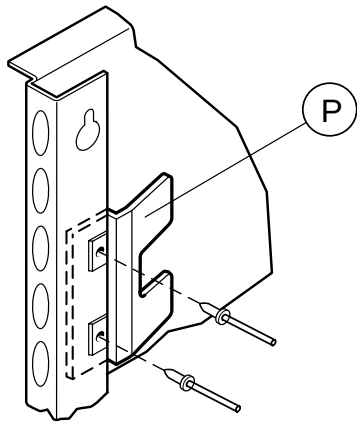

Fig. 5
- Per i modelli 10GN2/1, in corrispondenza dei 2 fori $\varnothing 5\text{mm}$ posti sul profilo anteriore del diffusore destro, fissare la squadretta di protezione spillone "P" (fig.5), tramite i rivetti in dotazione.
- For 10GN2/1 models, in correspondence to the two holes $\varnothing 5$ drilled on the front profile of the right diffuser panel, fix the meat probe protection bracket "P" (fig.5) by means of the rivets supplied.
• Pour les modèles 10GN2/1, fixer au niveau des deux trous Ø 5 situés sur le profil avant du panneau diffuseur droit, l'équerre de protection de la sonde "P" (fig.5) à l'aide des rivets fournis.